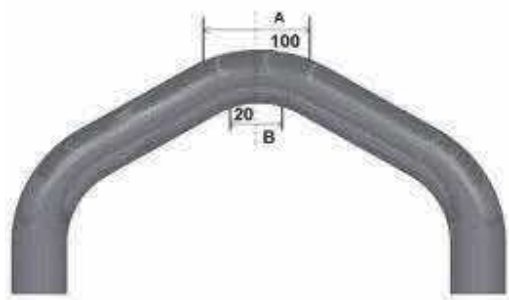

Figura 8.1
1. El diámetro del brazo entre 100 -80% es de la talla A, ver Figura 8.1
2. El diámetro del brazo entre 100 -90% es de la talla B, ver Figura 8.1